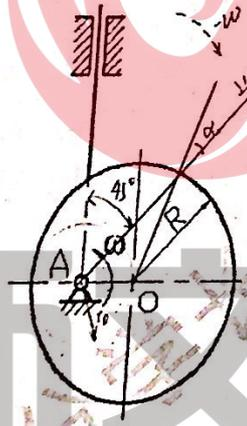

图 1
③ 当以曲柄 AB 为原动件时, 该机构无死点.
- 六. 试在图 1 上标出凸轮的基圆半径 r_0 . 当凸轮从图示位置转过 45° 时, 标出凸轮机构的压力角 α . (6 分)